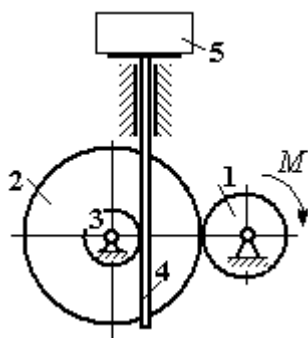

Рис. 6.31. Схема механизма домкрата
**Задача 71.** В механизме домкрата (рис. 6.31) движение зубчатого колеса 1 передаётся шестерне 2, к которой соосно при-